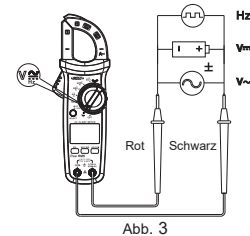

Abb. 3
2. Messung der AC/DC und Spannungsfrequenz (Abb. 3)